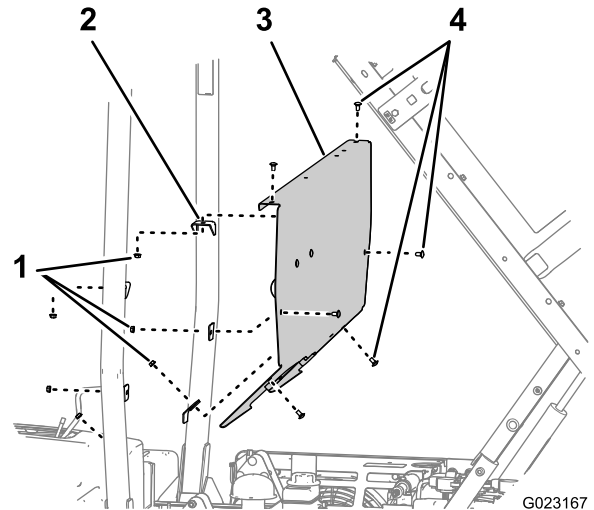

Figura 12
1. Retire os 6 parafusos de carroçaria e 6 porcas que prendem o painel do ROPS aos suportes de montagem na barra do ROPS (Figura 12).
2. Retire o painel do ROPS da máquina (Figura 12)